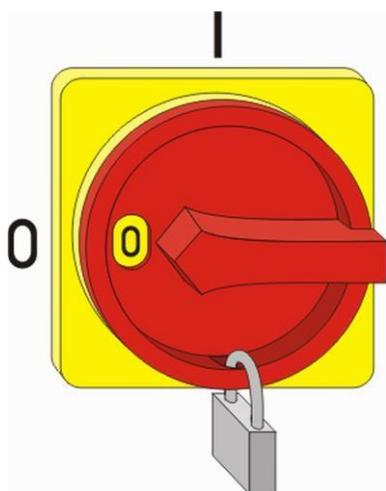

Рис. 5: Предохранение главного выключателя
2. Предохраните главный выключатель при помощи замка (Рис. 5).